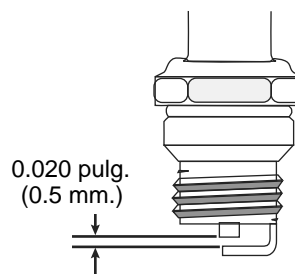

Fig. 28
3. Cambie las buj'as que est'zn rajadas, sucias o deterioradas. Fije la separaci—n de aire a 0.020 pulgadas (0.5 mm) utilizando un calibrador (Fig. 28).